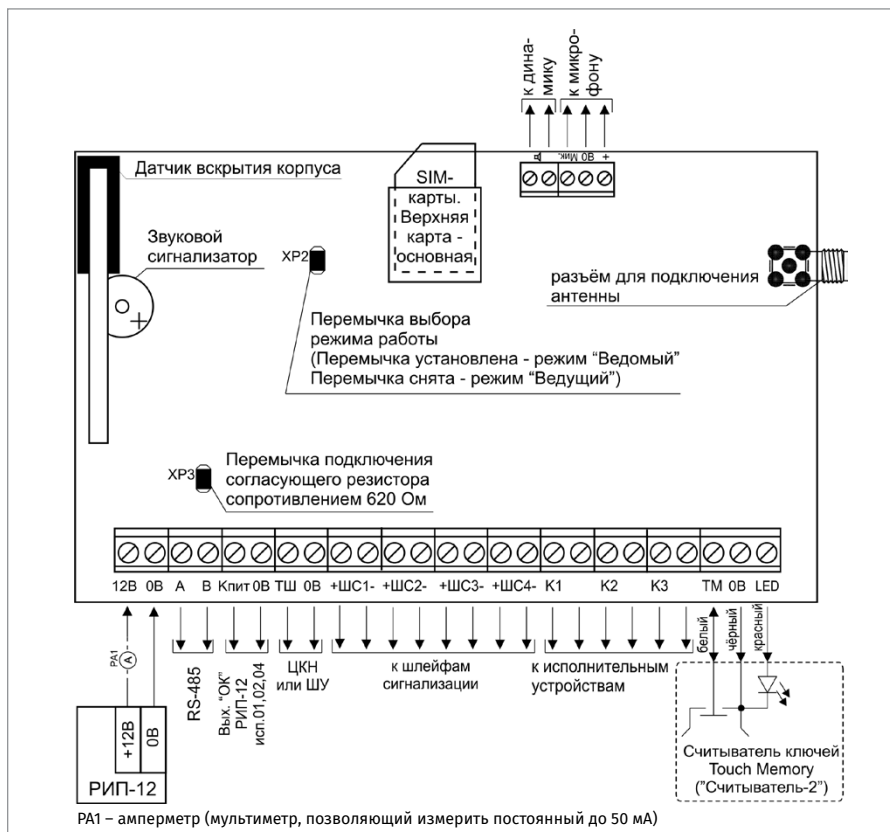

Рисунок 1. Схема внешних соединений УО-4С исп.02
2.12. По окончании проверки отключите от прибора внешние цепи и выполните подключение линий в соответствии с проектной документацией и схемой на Рисунок 1.